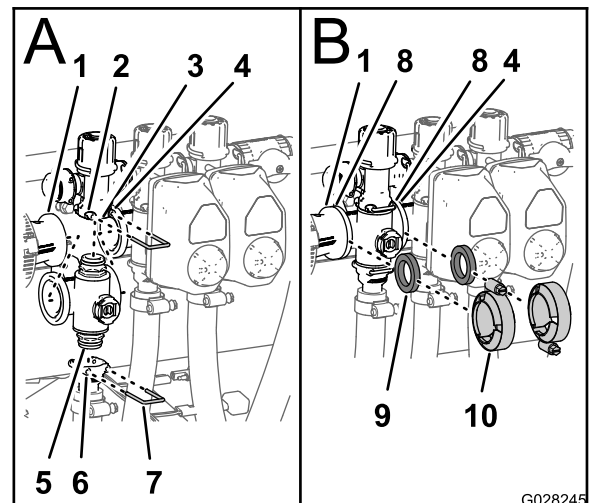

Figura 122
1. Inserite il raccordo del tappo terminale superiore della valvola del collettore nel raccordo di bypass (Figura 122).
2. Fissate il raccordo del tappo terminale al raccordo di bypass inserendo un fermo nella presa del raccordo di bypass (Figura 122).
3. Montate il raccordo di uscita sul raccordo del tappo terminale inferiore della valvola del collettore (Figura 122).
4. Fissate il raccordo del tappo terminale al raccordo di uscita inserendo un fermo nella presa del raccordo di uscita (Figura 122).
5. Allineate una guarnizione tra le flange del giunto del riduttore e il collettore della valvola di sezione (Figura 122).
6. Montate il giunto del riduttore, la guarnizione e il collettore della valvola di sezione con un morsetto e serrate manualmente (Figura 122).
7. Se state montando le 2 valvole di sezione all'estrema sinistra, allineate una guarnizione tra le flange dei 2 collettori delle valvole di sezione adiacenti (Figura 122).
8. Montate i 2 collettori delle valvole di sezione adiacenti e la guarnizione con un morsetto e serrate manualmente (Figura 122).